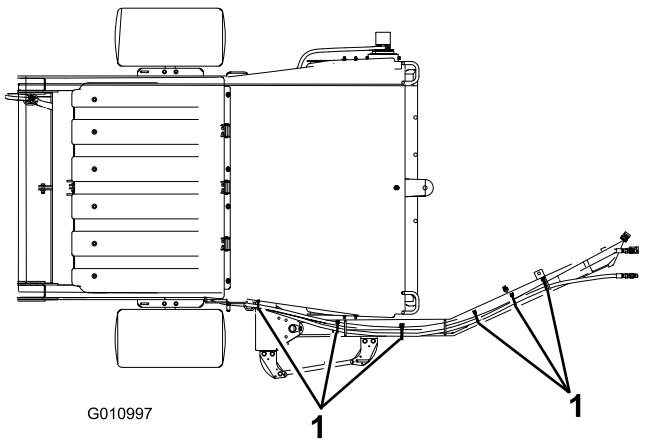
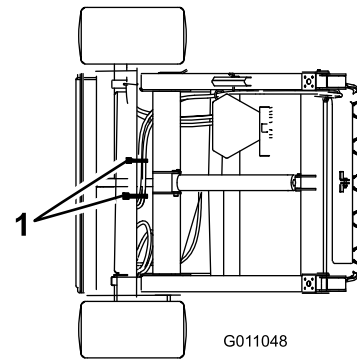

図 12
図 13
2. 油圧ホースとワイヤハーネスを 図 12と 図 13に示すように固定する。